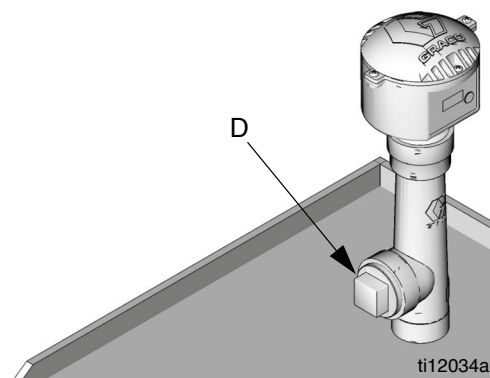

Рис. 7
Патрубок (D) не должен использоваться для наполнения цистерны маслом. См. Рис. 7.